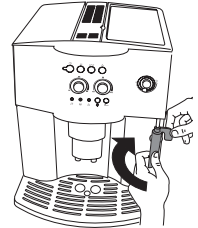

Figura 22
- Con una mano, sujete el mango del dispensador de vapor y con la otra desenróquelo girándolo a la derecha y luego tirando de él. (Figura 22)